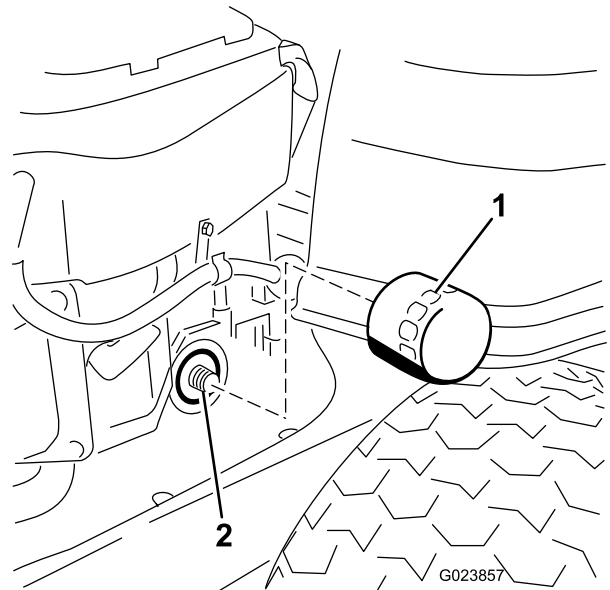

**Figure 30**
4. Trouvez l'emplacement du flexible de vidange d'huile sur le côté gauche du moteur.(Figure 30)
6. Placez un bac de vidange sous la machine, juste sous le flexible de vidange, comme montré à la Figure 30.
7. À l'aide de 2 clés (l'une pour tenir le flexible de vidange d'huile et l'autre pour desserrer le bouchon), enlevez le bouchon de vidange d'huile (Figure 30).
17. Essuyez l'excédent d'huile (Figure 30).